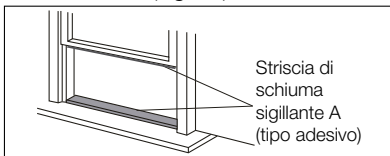

Fig. 12
1. Tagliare le strisce di schiuma sigillante (tipo adesivo) nelle lunghezze desiderate e fissarle alla finestra e al davanzale. (Fig. 12)